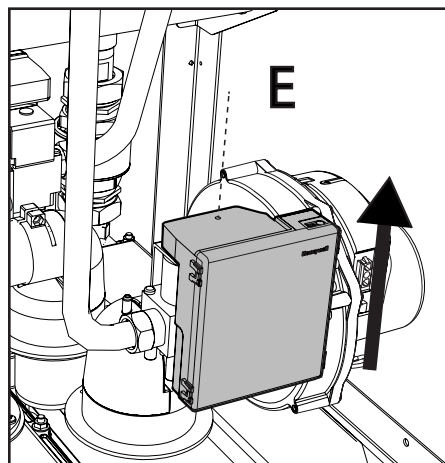

Рис. 63
2. Открутите винт «Е» и снимите блок управления с газового клапана (рис. 63).